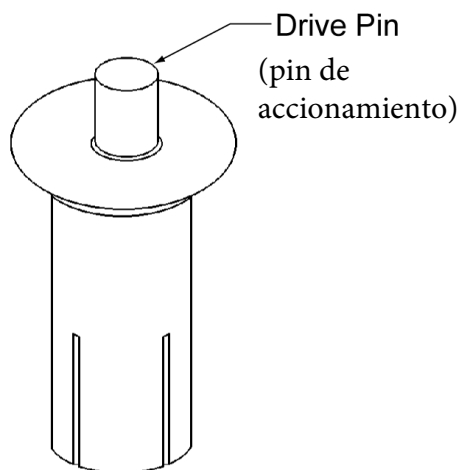

FIGURA 15
- 4.6.3 Fije el nuevo revestimiento a la placa de respaldo con nuevos tornillos y tuercas de fijación o remaches de pasador de arrastre (consulte la Figura 15), según corresponda.